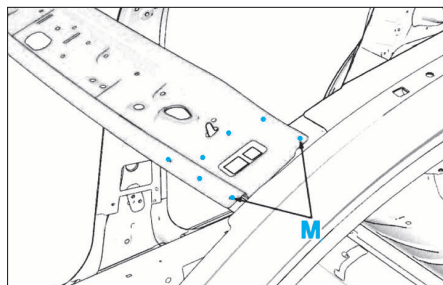

FIG. 73
- Dépointer les traverses aux endroits indiqués M (Fig.73).